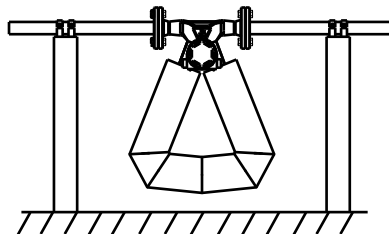

图 2.2
①当质量流量计测量液体时,建议壳体向下安装,如图 2.2 所示,防止气体聚集在传感器振管内。